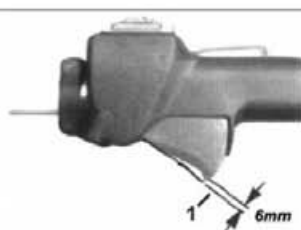

Fig.E7
2. Ajuste las tuercas de ajuste del cable del acelerador hasta obtener un huelgo de unos 6 mm. Véase la Fig.E7